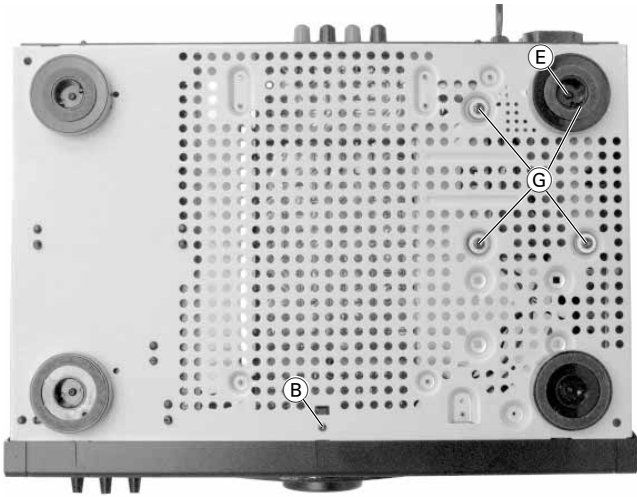

Fig. 3
- Schraube (B) (Fig. 3) herausschrauben.
- Undo screw (B) (Fig. 3).
- Fuß unter dem Netztrafo ausbauen (Schraube (E), Fig. 3).
- 4 Schrauben (G) heraus-schrauben (Fig. 3).
- Remove the foot under the mains transformer (screw (E), Fig. 3).
- Undo 4 screws (G) (Fig. 3).